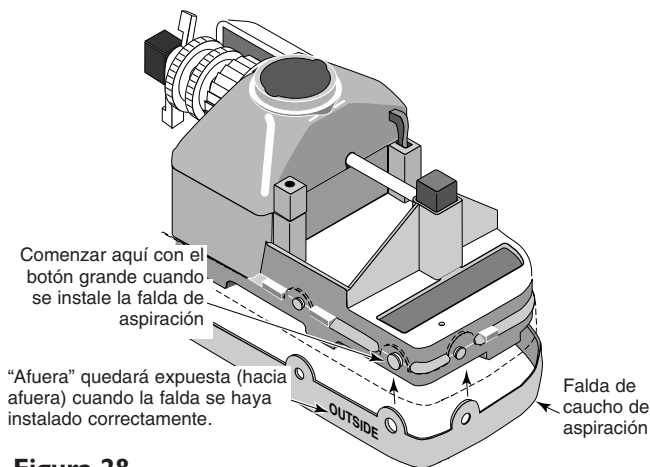
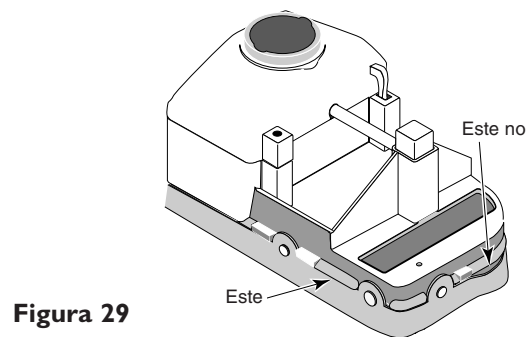

Figura 28
Figura 29
6. Instale la faldita de caucho de aspiración en el limpiador mostrando la palabra AFUERA (OUTSIDE). Comience con el pasador grande en la parte posterior del cabezal del limpiador (Consultar la Figura 28) y continúe alrededor del limpiador. Verifique que la faldita esté al ras contra las tiras de tope del cabezal del limpiador (Consultar la Figura 29).